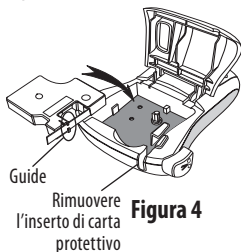

Figura 4
- i** La prima volta che si utilizza l'etichettatrice, rimuovere l'inserto di carta protettivo dalla fessura di uscita delle etichette. Vedere Figura 4.